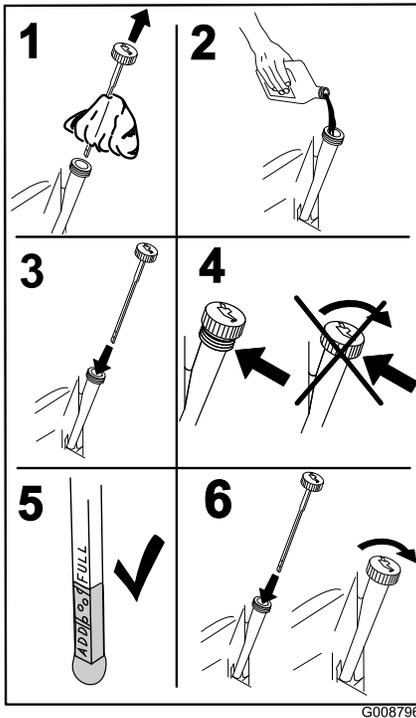

Figura 33
5. Versate lentamente circa l'80% dell'olio indicato nel tubo di rifornimento e sempre con cautela rabboccate l'olio necessario per portarlo alla tacca di **Pieno** (Figura 33).